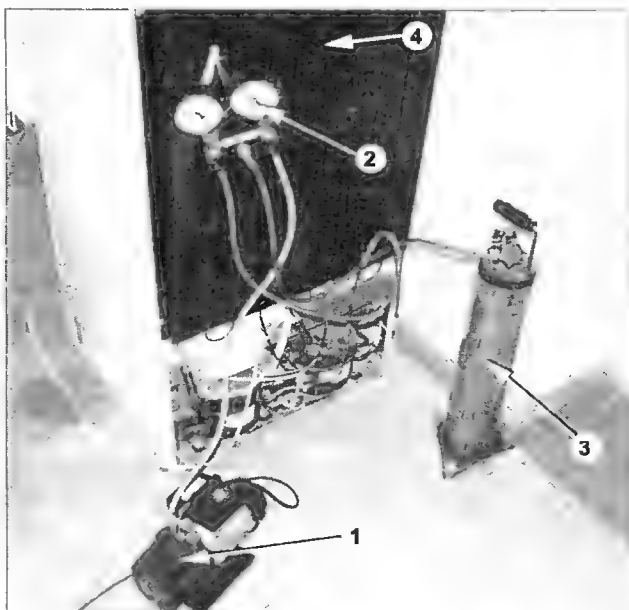
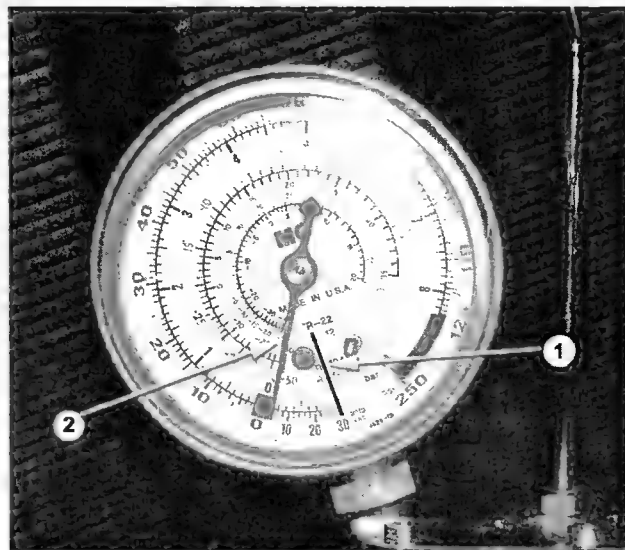

Рис. 2.1.7
Рис. 2.1.9
- вакуумируют КЦ. Для этого необходимы вакуумный насос (ВН) 1 (рис. 2.1.7), заправочная станция (ЗС) 2 и заправочный цилиндр (ЗЦ) 3.
- открывают оба вентиля ЗС и включают вакуумный насос. Среднее время вакуумирования КЦ составляет 30 мин. По окончании процесса вакуумирования показания манометра низкого давления ЗС (на рис. 2.1.7 — он слева) должны соответствовать метке 1 (рис. 2.1.9);
- выключают вакуумный насос, закрывают правый вентиль 3С (рис. 2.1.7) — от этого вентиля идет шланг к вакуумному насосу. Прежде чем приступить к заправке хладагента на 3Ц отмечают уровень хладагента, по шкале, нанесенной на боковой стенке цилиндра (рис. 2.1.10);
- включают холодильник и на манометре низкого давления наблюдают показания, отмеченные меткой 2 на рис. 2.1.9;
- если в ходе проверки температура внутри холодильной (или морозильной) камеры в норме, монтажной пеной заполняют вскрытую часть задней стенки холодильника (рис. 2.1.15). Как видно из рисунка, в данном случае используется пена MAKROFLEX. Не дав пене затвердеть, закрывают ее защитной пластиной (она видна на рис. 2.1.15 вверх). Через 2—3 часа удаляют остатки выдавленной пены. Затем фиксируют винтами конденсатор 4 (рис. 2.1.7).